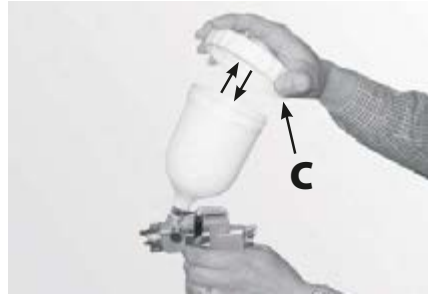

Рис. 6
4. Снимите со стакана **A** крышку **C** (рис. 6).
4. Периодически смазывайте гнездо **N**, в которое вставляется игла (рис. 6).